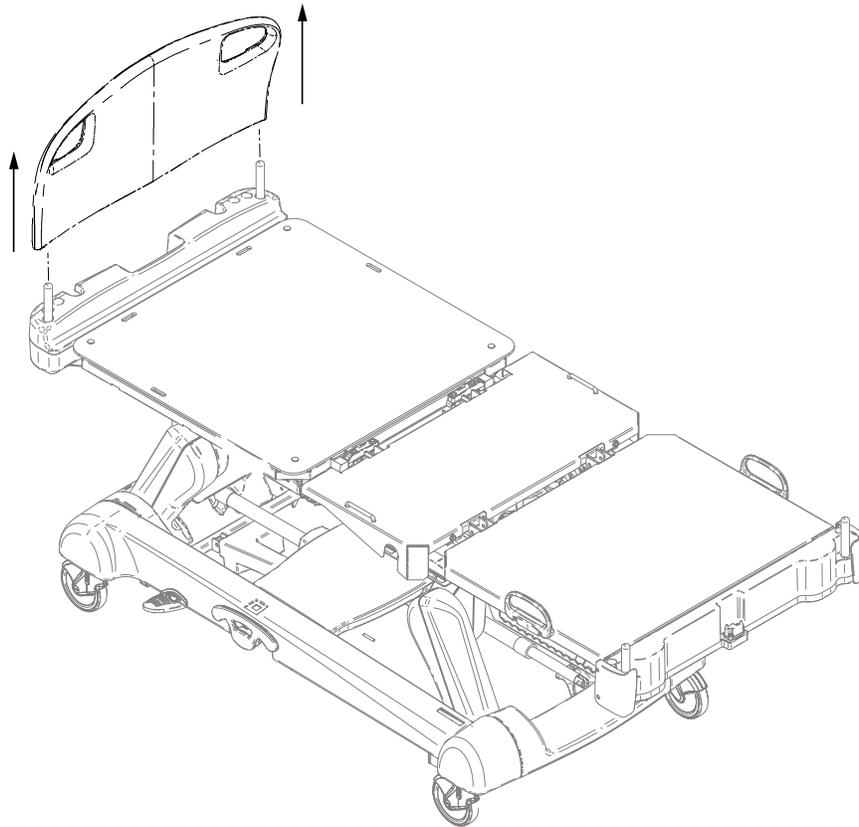

Figure 1 – Insertion des sangles de retenue
5. Enfiler les sangles de retenue (A), par les trous de retenue (B) du relève-buste du lit **InTouch** (Figure 1).